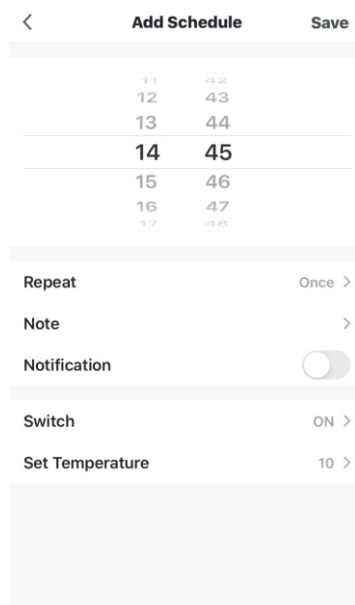

Bild12
- A) Drücken Sie auf „Zeitplan hinzufügen“, wie in Bild 12 gezeigt